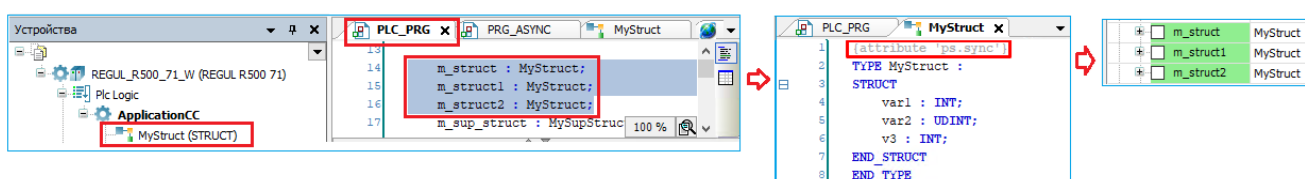

Рисунок 48 – Пример. Атрибут «ps.sync»
- зеленым цветом выделены экземпляры типов/ФБ, которые были проверены разработчиками ПО резервирования («РегЛаб») и гарантированно применимы для резервирования. Для таких типов и ФБ предусмотрен атрибут «ps.sync» (например, см. рисунок 48)